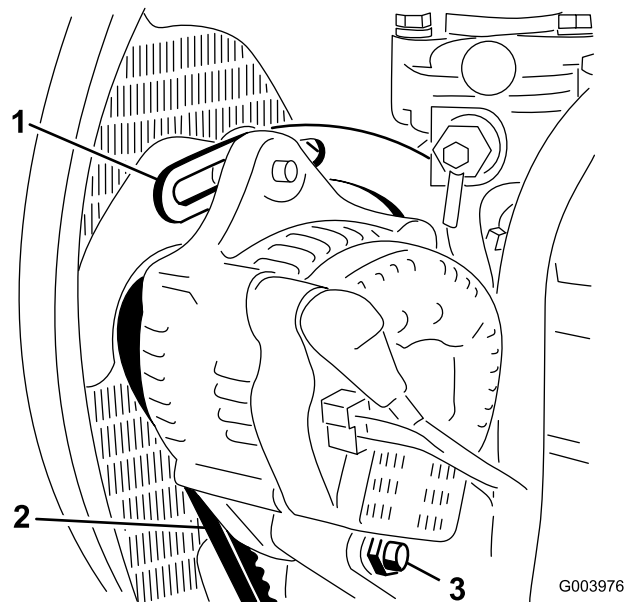

Рисунок 72
- Проверьте натяжение ремня генератора, надавив на него (Рисунок 72) посередине между шкивами генератора и коленчатого вала с усилием 10 кг.
- Ослабьте болт крепления скобы к двигателю (Рисунок 72), болт крепления генератора к скобе и болт оси поворота.